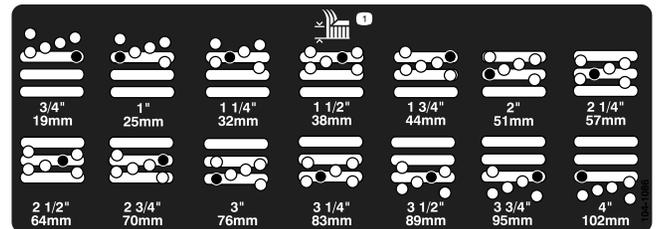

Bild 8
4. Entfernen Sie das Distanzstück, während Sie gleichzeitig die Kammer abstützen (Bild 8).
5. Stellen Sie die Kammer auf die gewünschte Schnitthöhe ein und setzen Sie ein Distanzstück im gewünschten Schnitthöhenloch und -schlitz ein (Bild 8).